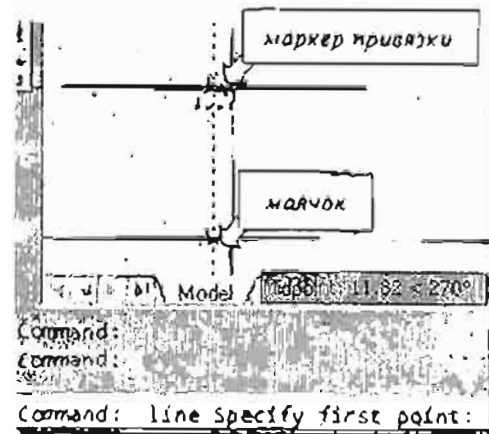

Рис. 2.12. Отслеживание середины отрезка в режиме `OTRACK`
1. Чтобы построить вертикальный отрезок, проходящий через середину горизонтального, при запросе команды `Line: line Specify first point:` (Желание отрезок Первая точка отрезка:) подведите курсор к горизонтальному отрезку, дождитесь появления в середине отрезка треугольного маркера привязки `Midpoint` и маленького крестика (маячка) (рис. 2.12). Подчеркнем, что щелкать мышью в этой точке не надо.